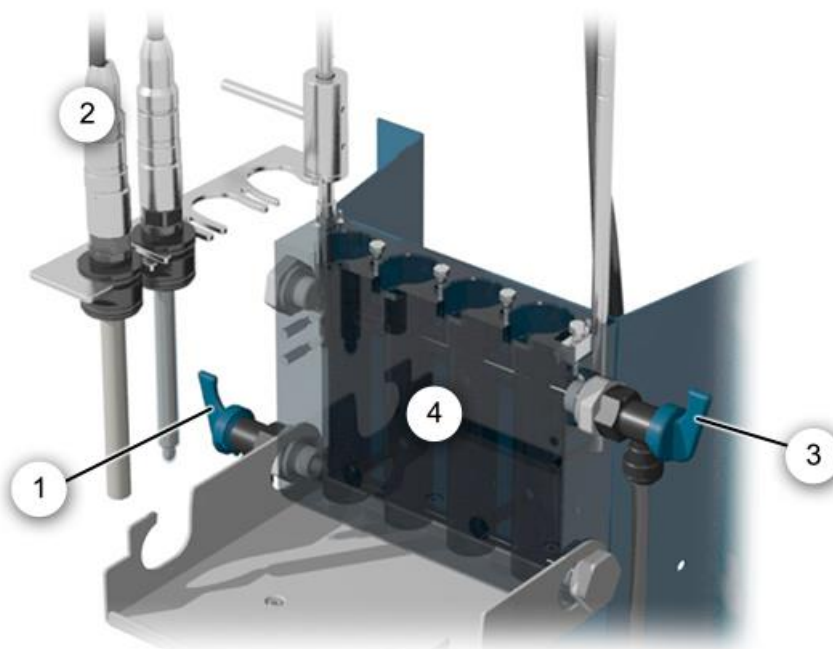

Abbildung 16: Messzellenblock AquaMaster
2.	Alle Sensoren aus dem Messzellenblock entfernen und in der Verriegelung positionieren (Abbildung 16, Position 2). i pH-Sonde und Leitfähigkeits-Sensor in Gefäss mit Wasser tauchen, damit diese vor dem Austrocknen geschützt sind. Dafür kein destilliertes Wasser sondern sauberes Leitungswasser verwenden.
3.	Schlauch bei Einlaufregulierhahn (Abbildung 16, Position 1) vom Messzellenblock entfernen, Einlaufregulierhahn öffnen und Messzellenblock in ein Gefäss leerlaufen lassen.
4.	Messzellenblock (Abbildung 16, Position 4) mit Flaschenputzer reinigen.
5.	Einlaufschlauch (Abbildung 16, Position 1) wieder einstecken.